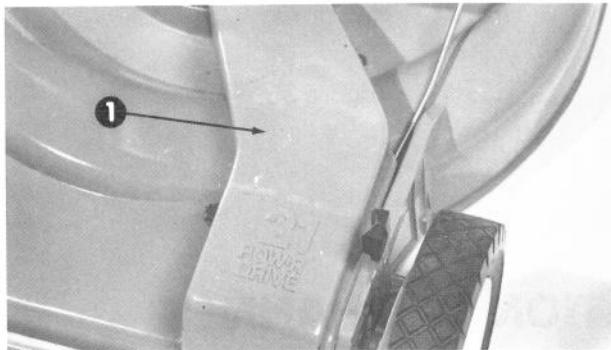

Figure 33
2. Enlevez les deux vis qui retiennent le couvercle du mécanisme de traction POW-R-DRIVE (Fig. 33) et mettez le couvercle de côté.